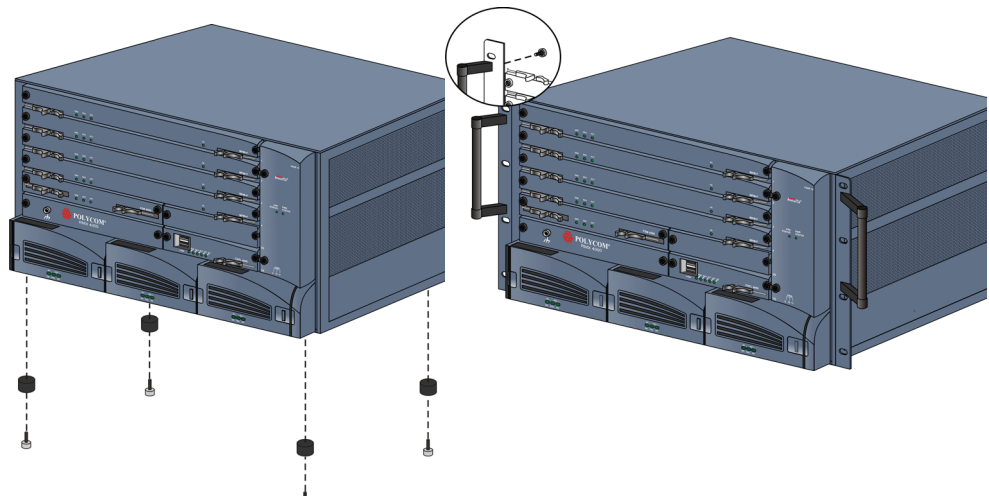

Abbildung 1-1 *Optional – Schnelles Entfernen von Fuß und Griff*
- Optional – Abhängig von dem an Ihrem Standort installierten Gestell müssen Sie eventuell die Griffe entfernen, wenn sie am RMX 4000 angebracht sind. Schrauben Sie die Griffe vom Chassis, wie in Abbildung 1-1, "*Optional – Schnelles Entfernen von Fuß und Griff*" gezeigt, ab.
- Optional – Wenn die im Gestell für den RMX 4000 vorgesehene Öffnung genau 6U groß ist, muss der Fuß vom RMX 4000 entfernt werden, um ihn im Gestell zu montieren. Schrauben Sie den Fuß wie in Abbildung 1-1, "*Optional – Schnelles Entfernen von Fuß und Griff*" gezeigt vom Chassis los.